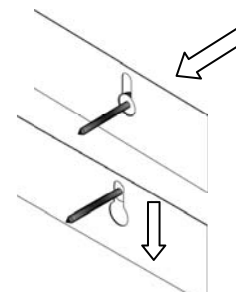

Figura 4
PASO 3: Coloque los ojos de la cerradura en la parte trasera de la repisa, sobre los tornillos. Persione la repisa hacia abajo para asegurarla en el lugar, como se muestra en la **Figura 4**.